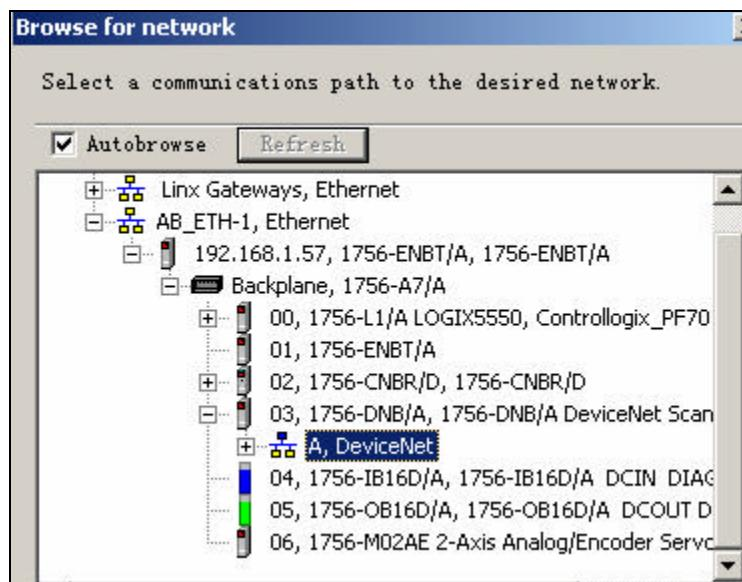

图 4-14 选择要扫描的网络
9. 单击在线图标 ，弹出网络浏览界面，选择访问 DeviceNet 网络的路径。在此我们选择 EtherNet 网络驱动，逐层展开后选择 DeviceNet 网络，然后单击 OK，如图 4-14 所示。